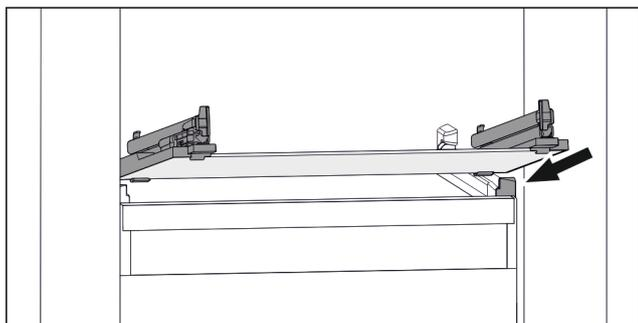

Fig. 82 Rappresentazione esemplificativa del ripiano in vetro
- ▶ Applicare il ripiano in vetro obliquamente dietro i fermi. (vedere Fig. 82)